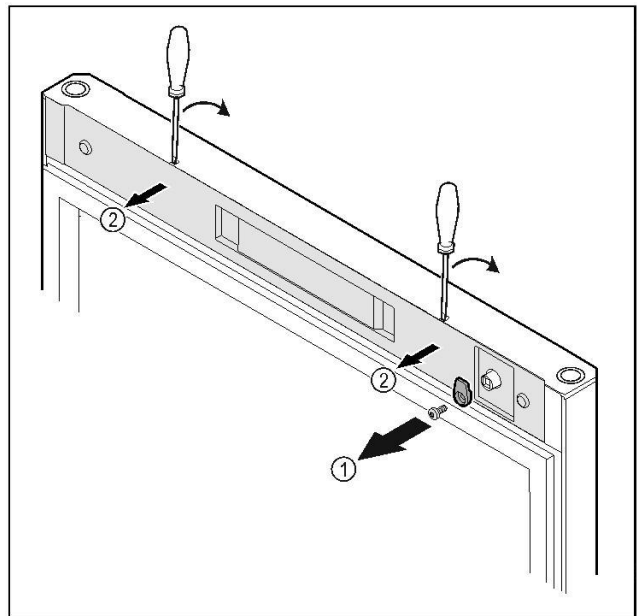

Fig. 16
- || Sluithaak Fig. 16 (1) losschroeven.
- || Afdekking Fig. 16 (2) met een kleine schroevendraaier losmaken en verwijderen.